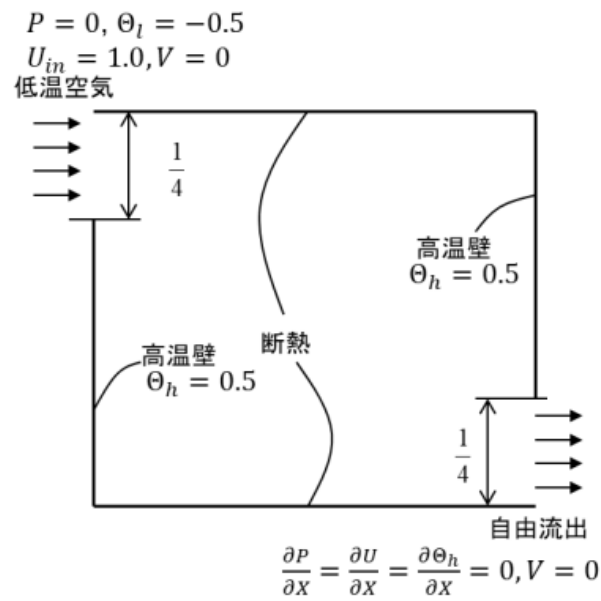

図 4: モデル
4. 図 4 のモデルに関して計算を行い、定常状態の温度分布と速度ベクトルの様子をさせ。